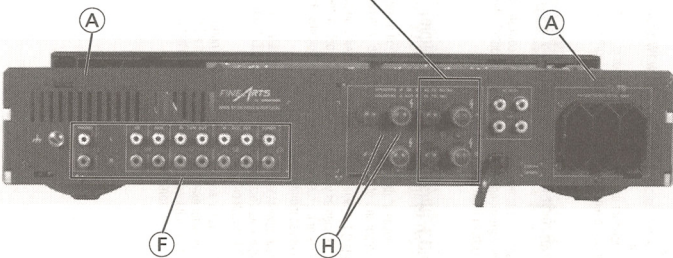

Fig. 2
- 5 Schrauben (F) (Fig. 2) und 5 Schrauben (G) (Fig. 1) herausschrauben.
- 2 Schrauben (H) (Fig. 2) herausschrauben (nur V11).
- Undo the 5 screws (F) (Fig. 2) and the 5 screws (G) (Fig. 1).